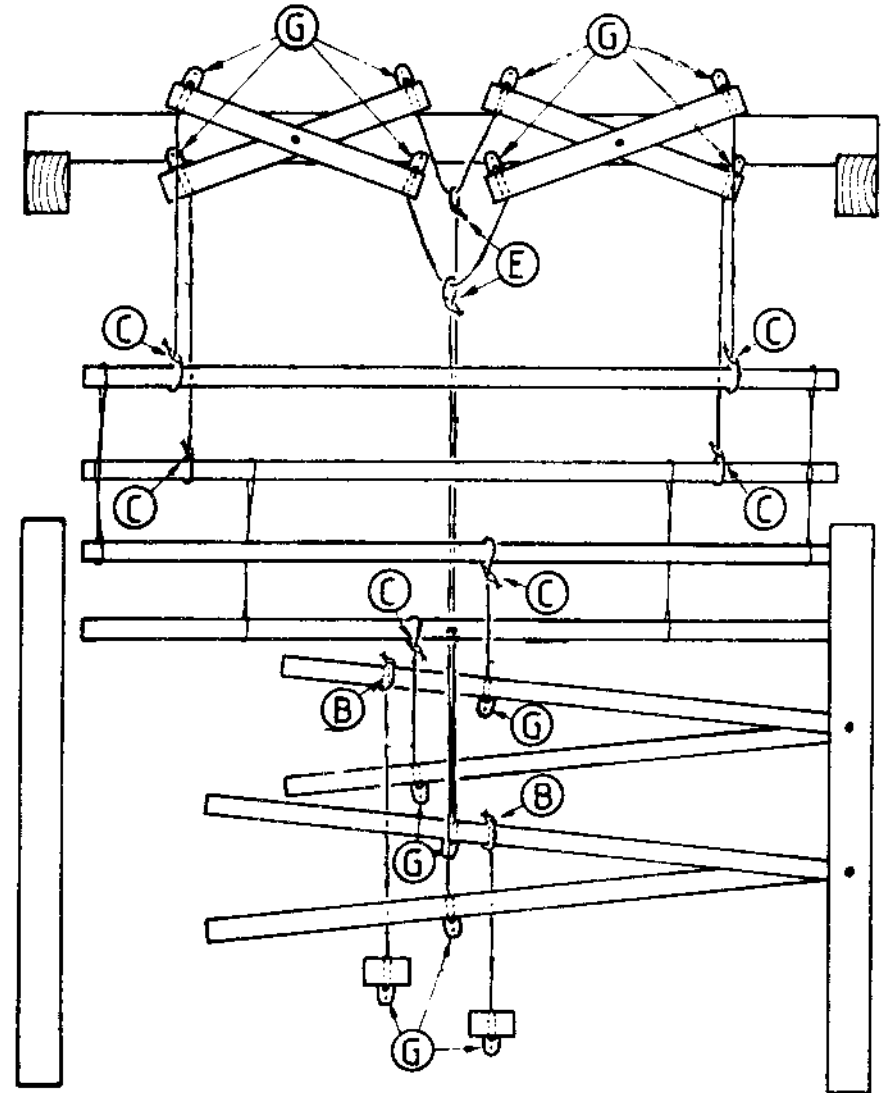

Abbildung 20
**Kontermarsch-Webstuhl (Variationen, Abb. 20)**